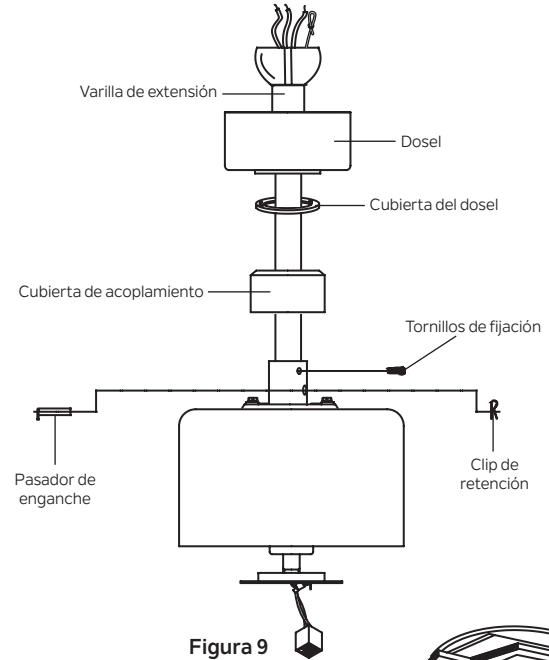

Figura 9
Paso 8. Deslice la cubierta del acoplamiento, la cubierta del dosel y el dosel por la varilla de extensión. (Figura 9)
Enrosque la bola de suspensión en la varilla de extensión, inserte el pasador transversal a través la varilla de extensión y apriete. Luego, apriete el tornillo de fijación. (Figura 9)